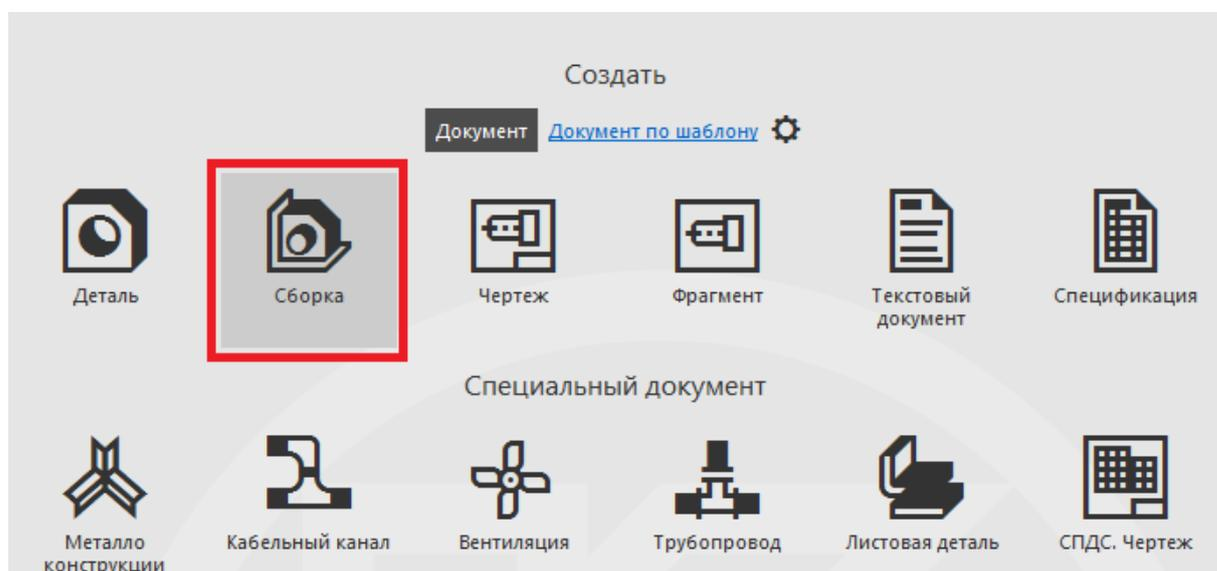

Рис. 49
1. В САПР КОМПАС-3D создаём документ «Сборка» (рис. 49).